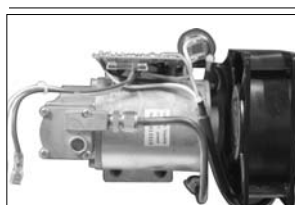

Figure 1 - Pompe/moteur de rechange (sans thermocontacteur sur la tête de la pompe)
- **Pompe / moteur sans thermocontacteur (Figure 1) :** si les fils du ventilateur ont des raccords de broche à la carte de circuits imprimés, retirer les raccords de broche du fil du ventilateur de la carte de circuits imprimés. Si les fils du ventilateur sont soudés à la carte, utiliser un outil coupe-fils pour couper les deux fils noirs à l'endroit où ils sont fixés à la carte de circuits imprimés. Préparer les fils pour leur réinstallation en dénudant l'isolant